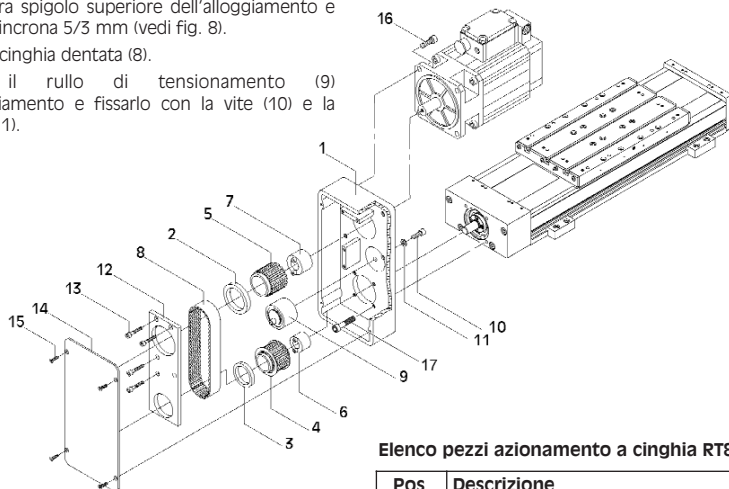

Fig. 7
1. **Fig. 7:** Fissare il modulo lineare WIESEL® e il motore all'alloggiamento (1).
7. **Fig. 7:** Allentare la vite (10) del rullo di tensionamento e tensionarlo con la chiave esagonale SW8 in senso antiorario con una coppia di 0,5 Nm e serrare la vite (10).
8. Fissare la lastra di copertura (14) con le 4 viti a testa svasata (15).